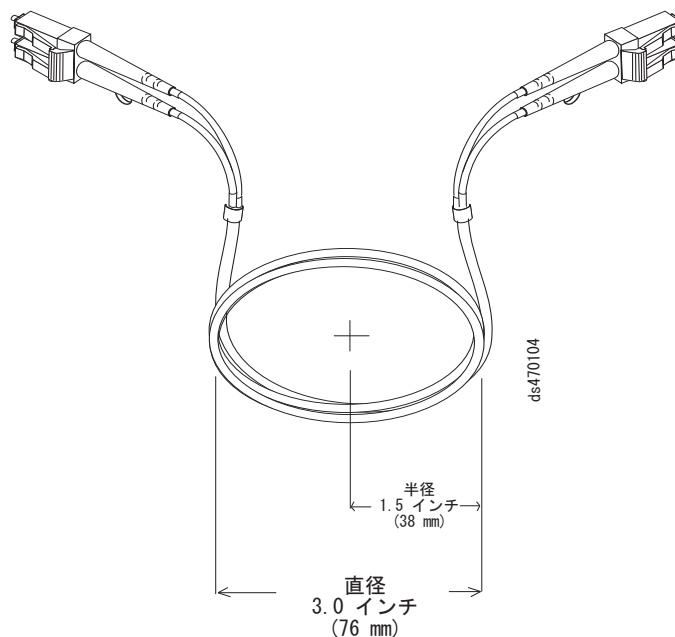

図 25. 光ファイバー・ケーブルの曲げおよびループに関する仕様
- 余分な、または未使用の光ファイバー・ケーブルを保管するときは、ケーブルを直径 76 mm (3 インチ) 未満または半径 38 mm (1.5 インチ) 未満に曲げないでください。また、ケーブルを折り返さないでください。58 ページの図 25 を参照してください。